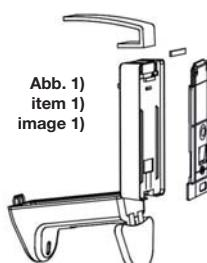

Abb. 1)
Der Spender wird aus Platzgründen mit demontiertem Bedienhebel geliefert (Abb. 1).
- 1 levier qui est monté sur le distributeur (voir Figure 1 a)